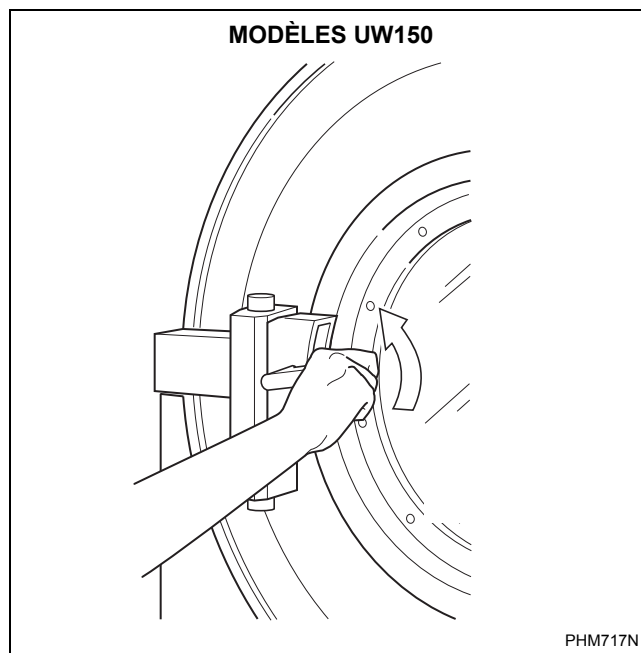

Figure 10
5. Sur les modèles 150, tournez la poignée de la porte dans le sens anti-horaire et ouvrez la porte vers la droite. La porte doit être ouverte dans un délai de 5 secondes après avoir pressé le bouton de déverrouillage de la porte. Se reporter à la *Figure 10*.